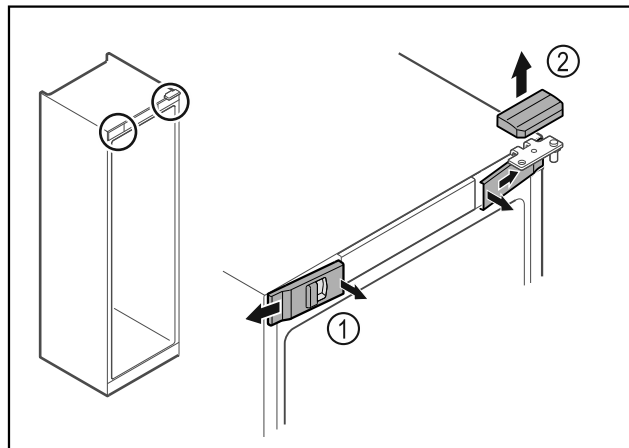

Fig. 14
- ▶ Spnite sprednje pokrove Fig. 14 (1) in jih odstranite proti strani.
- ▶ Zgornji pokrov Fig. 14 (2) snemite v smeri navzgor.